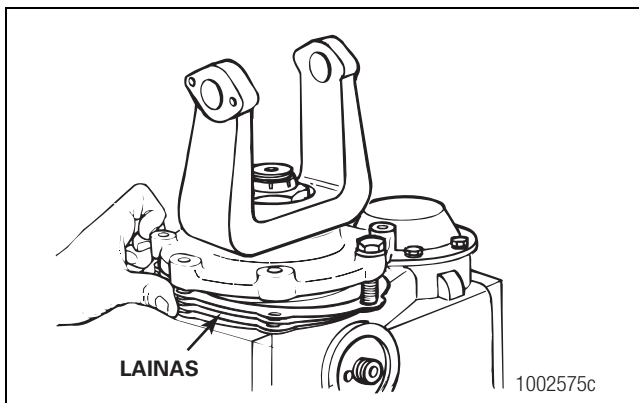

Figura 5.84
- B. Instale el paquete de laines debajo de la jaula del cojinete. Verifique que el patrón de huecos del paquete de laines coincida con el patrón de huecos de la jaula. Figura 5.84.